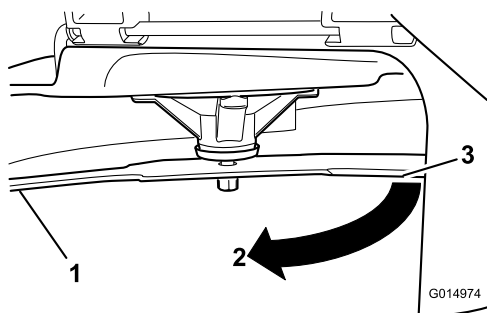

Bild 74
3. Zwischen Messer und Oberfläche gemessener Abstand (A)
4. Drehen Sie dasselbe Messer um 180 Grad, sodass die andere Schnittkante jetzt in derselben Stellung ist (**Bild 74**).